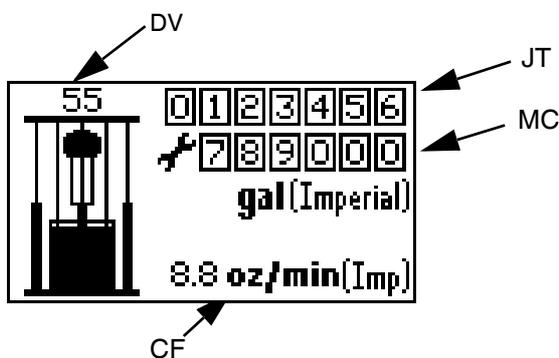

ABB. 19: Bildschirm Ausführungsmodus
3. Der Startbildschirm (ABB. 18) wird angezeigt, und der Fortschrittsbalken füllt sich von links nach rechts. Danach geht die Anzeige direkt in den Ausführungsmodus über (ABB. 19).
Siehe ABB. 16 und ABB. 19.
2. Während sich die Anzeige im Ansaugmodus befindet, wird der Auftragsgesamtzähler (JT) nicht angezeigt, und er zählt auch nicht weiter. Der Wartungszähler (MC) nimmt jedoch weiter ab.
3. Wenn ein neuer Behälter installiert ist und sich das Gerät im Ansaugmodus befindet, drücken Sie auf  und halten Sie die Taste gedrückt, um das verbliebene Volumen im Behälter (DV) auf das Behälterfüllvolumen (DF) zurückzusetzen.
4. Wenn Sie den Ansaugmodus verlassen möchten, drücken Sie . Das Symbol Ansaugen erlischt, und die LED hört auf zu blinken. Der Bildschirm kehrt in den Ausführungsmodus zurück (ABB. 19).
Wenn innerhalb von einer Minute nach dem Wechsel in den Einrichtungsmodus keine Taste gedrückt wird, kehrt das System in den Ausführungsmodus (ABB. 19) zurück.
- a. Drücken Sie kurz , um aus dem Ausführungsmodus in den Diagnosemodus zu wechseln (ABB. 19).